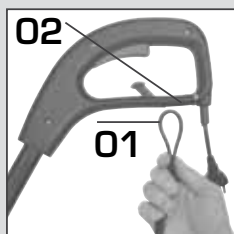
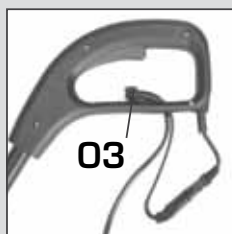

Fig. 03
Fig. 04
Para sua segurança e evitar que o cabo elétrico se desconecte do plug enquanto o trabalho estiver sendo executado, dobre o cabo(1) e passe-o pelo orifício(2) **[Fig 03]**, em seguida encaixe-o na presilha(3) **[Fig 04]**, só depois conecte o cabo elétrico ao plug do aparador de grama.